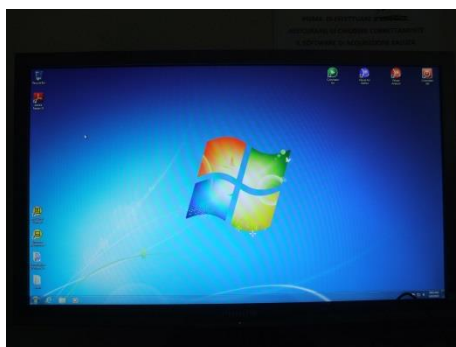

Figura 2
1.1.2. Accedere al computer utilizzando le credenziali di posta elettronica ISS (nome.cognome@iss.it e password), seguite da "ENTER" in modo da aver accesso al proprio desktop e/o documenti (Figura 2).